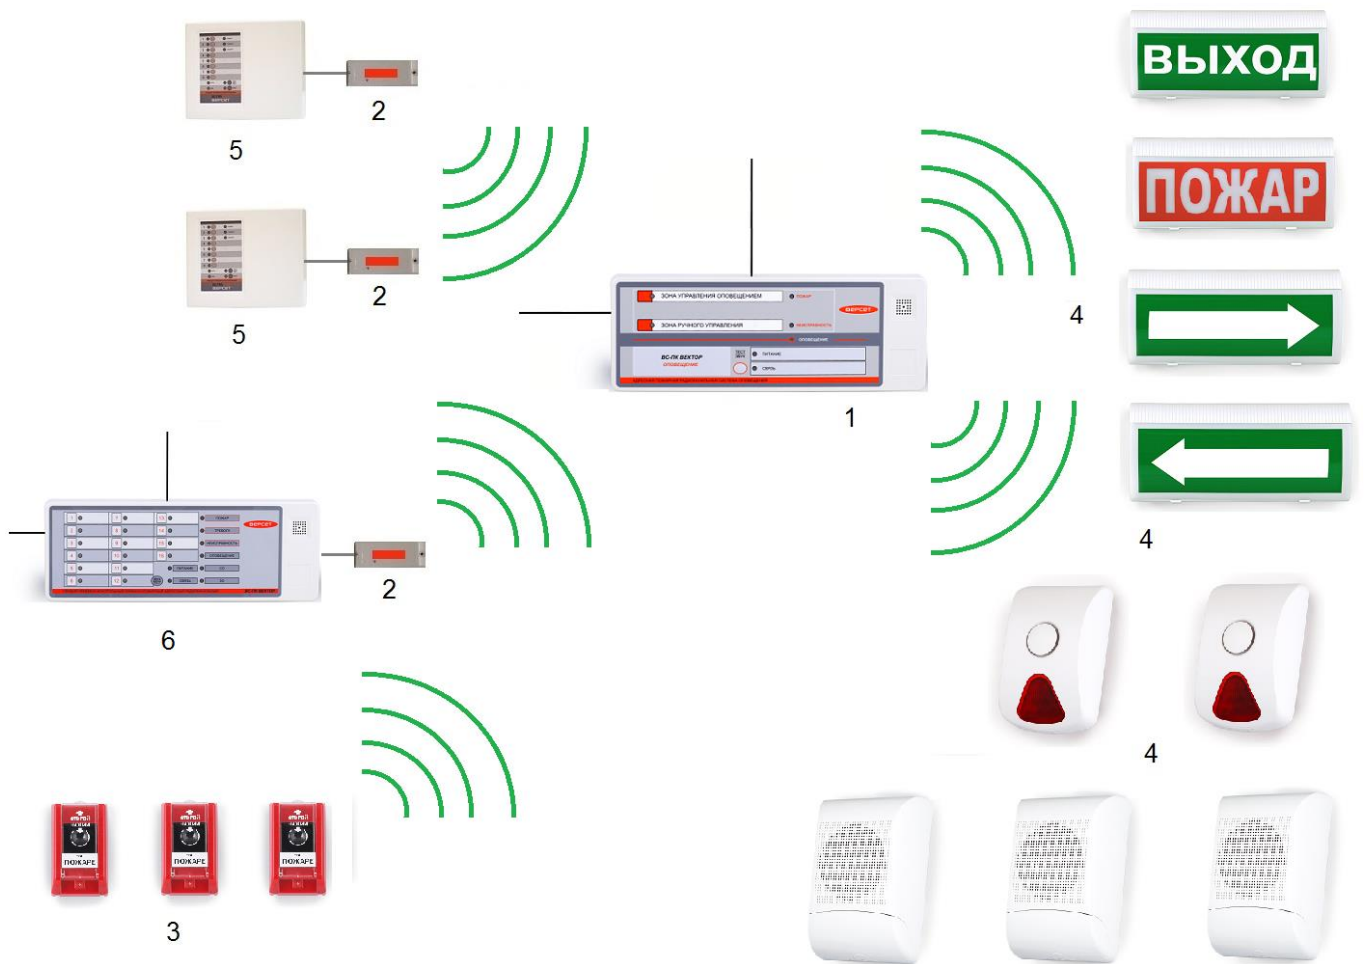

Рис. 2. Схема работы системы оповещения.
- переведите в положение «ON» переключатель «ТОПВ» на плате прибора (см. Приложение, Рис. 2);
Через отверстия в верхней и боковой стенках крышки корпуса прибора антенны устанавливаются зачищенным концом в клеммы АНТ.1 и АНТ.2 и фиксируются (см. Приложение, Рис. 2).
Подключение считывателя ключей ТМ к прибору производится через клеммы «ТМ», «ОБЩ», расположенные на плате прибора (см. Приложение, Рис. 2).